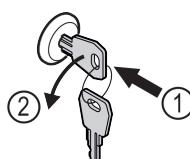

Fig. 177
- Uvucite ključ. Fig. 177 (1)
- Okrenite ključ za 90° nalijevo. Fig. 177 (2)